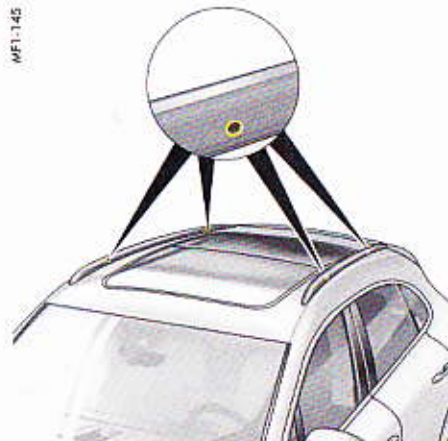

Fig. 272 : Orifices au niveau des rampes de pavillon
1. Fixez les supports uniquement dans les zones identifiées par un repère. Un orifice est situé sur chacune des parties intérieures des rampes de pavillon (Fig. 272). L'axe situé dans le pied d'appui doit s'engager dans cet orifice.